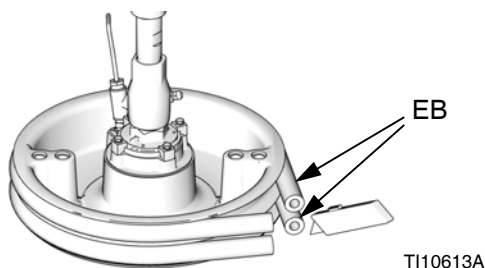

FIG. 19
2. Posizionare l'interruttore di sezionamento (M) su OFF.
3. Per sostituire eccentrici usurati o danneggiati (EB), sollevare la piastra fuori dal fusto. Rimuovere il fusto dalla base. Eliminare il fluido dalla piastra.
4. Tagliare gli eccentrici superiore e inferiore con un coltello e rimuoverli dalla piastra. Vedere FIG. 19.